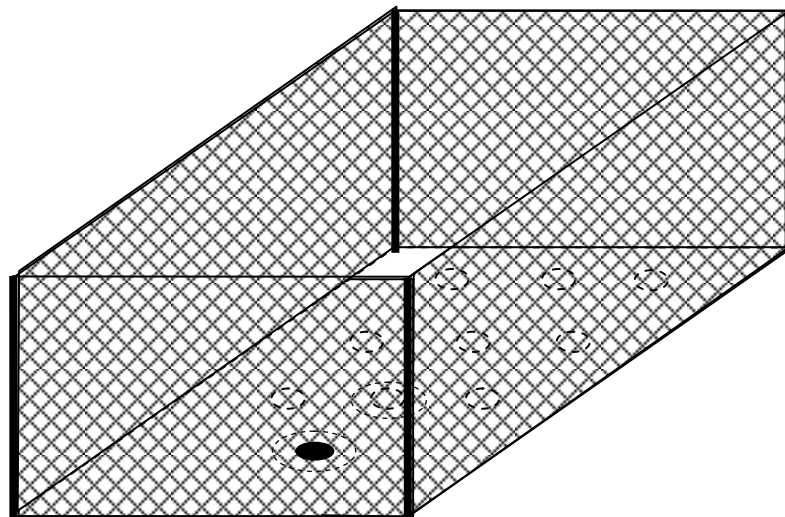

图 3 飞行区域安全网示意图
16. 为保证安全，可沿飞行区域四周架设安全网（长 600cm，宽 500cm，高 300cm），顶部无需架设。若安全网采用排球网、羽毛球网时可由顶向下悬挂不必触地，不得影响视线。安装示意图如图 3 所示。